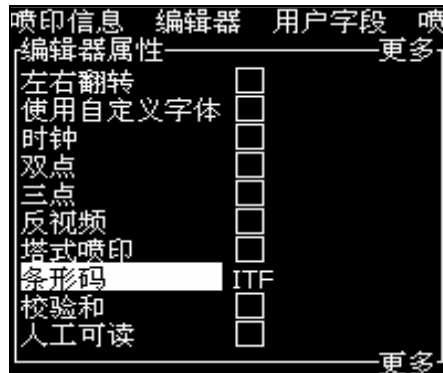

图 5-14: 选择条形码的类型
- 2 按 *F3* 键或 *ALT + E* 并选择 *In-line Attributes* (行内属性), 打开 *Editor Attributes* (编辑器属性) 屏幕 (第 5-24 页的图 5-14)。